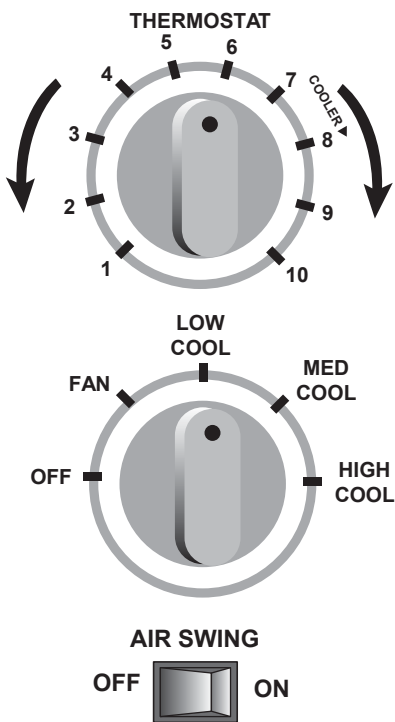

Рис.2
- Управление кондиционерами моделей GSJC07-NM1A, GSJC09-NM1A, GSJC12-NM1A, осуществляется с панели блока (рис. 2).